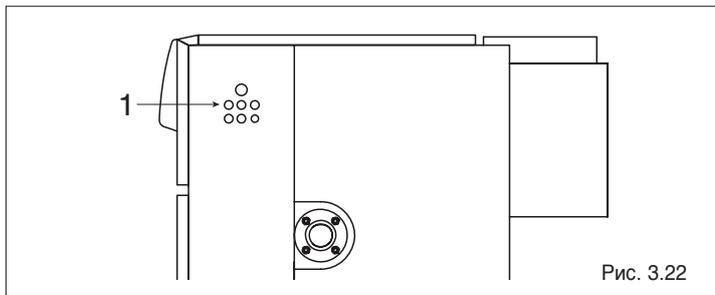

Рис. 3.22
- Проложите провода, идущие снаружи внутрь котла, к панели и щитку, используя кабельные сальники (1, Рис. 3.22) в задней части щитка и панели.